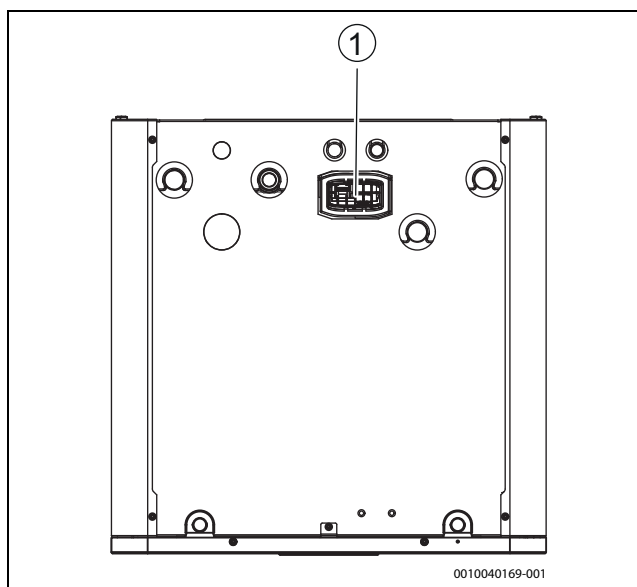

Bild 17 Connect-Key aufstellen
- Modul in den Halter einsetzen (→ [1], Abbildung 17). Wenn das Modul richtig eingesetzt wurde, blinkt eine LED.